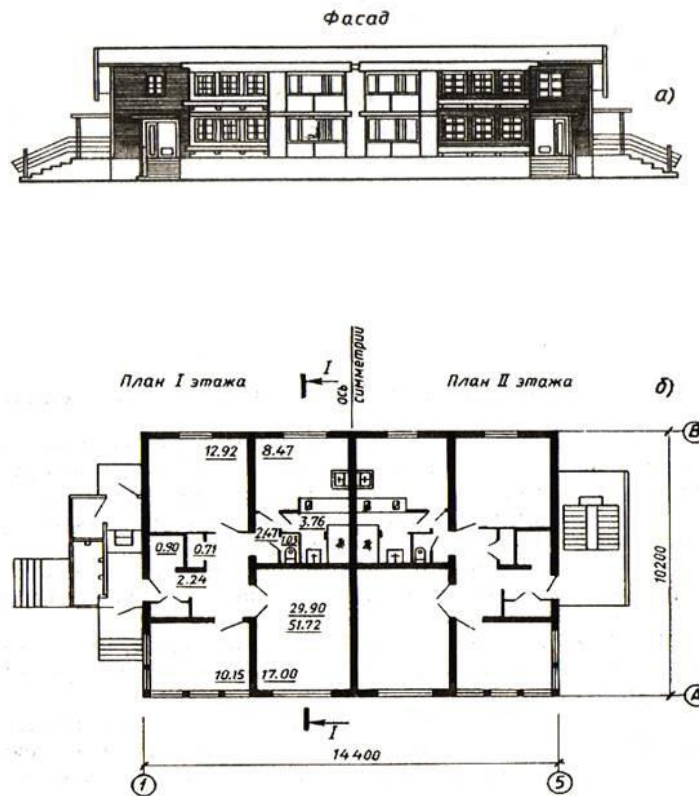

Рисунок 2. Задание для чтения чертежей
**Упражнение № 1.** Прочитайте строительный чертеж (рис.2).